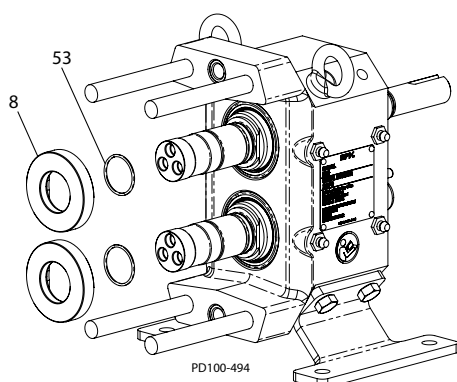

Figura 52 - Montarea locașului sigiliului
1. Instalați inelul-o al locașului (Figura 52, articol 53) în canelura din spate a axului.
2. Aplicați un lubrifiant compatibil cu inelele-o și montați locașul sigiliului (Figura 52, articol 8). Aliniați benzile din locașul sigiliului cu benzile din ax și așezați-le ferm contra cantului axului.